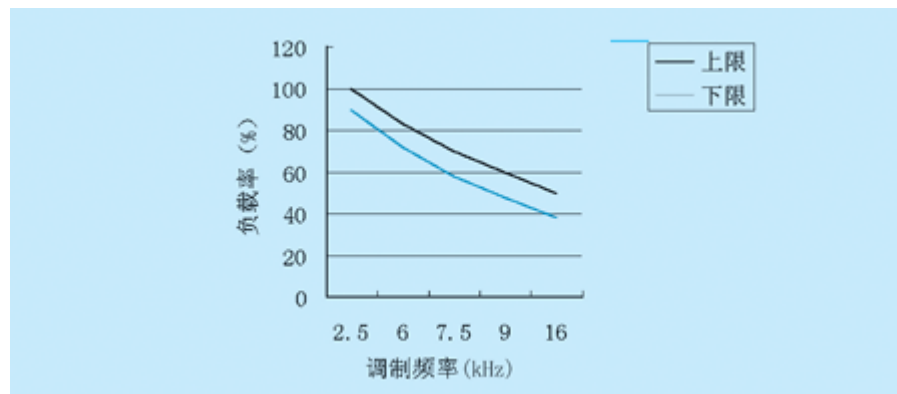

图 6 不同调制频率与负载率降低的关系
- (1) 基本考虑内容是使用环境条件、电网电压、负载大小及性质。
- (2) 环境温度长期较高，安装在通风冷却不良的机柜内时，会造成变频器寿命缩短。电子器件、特别是电解电容等器件、在高于额定温度后，每升高 10°C 寿命会下降一半，因此环境温度应保持较低，除设置完善的通风冷却系统以保证变频器正常运行外，在选用上增大一个容量等级，以使额定运行时，温升有所下降是完全必要的。
- (3) 电网电压处于不正常时，将有害于变频器。电压过高，如对380V的线电压如上升到450V就会造成损坏，因此电网电压超过使用手册规定范围的场合，要使用变压器调整，以确保变频器的安全。
- (4) 高海拔地区因空气密度降低，散热器不能达到额定散热器效果，一般在1000m以上，每增加100m容量下降10%，必要时可加大容量等级，以免变频器过热。
- (5) 使用于不同用途时，选择变频器的系列型号应作分析，对于一般用途变频器采用 $V/F=\text{常数}$ 控制方式已可满足，对于负载变化范围大，而且又要求较高运转精度的场合，特别是低速时要求有稳定的速度和负载能力时，则要选用矢量控制等方式的变频器，对数控机床等精密传动还要采用闭环控制和有速度传感器的方式，相应的变频器也要有这些配合的接口，选用时需要综合考虑。
- (6) 变频器使用不同场所对变频器的防护等级要作选择，为防止鼠害、异物等进入应作防护选择，常见IP10、IP20、IP30、IP40等级分别能防止 $\Phi 50$ 、 $\Phi 12$ 、 $\Phi 2.5$ 、 $\Phi 1$ 固体物进入。
- (7) 当变频器为降低电动机噪声而将调制频率重新设置得较高并超过出厂设置频率时，会造成变频器损耗增大。设置频率越高，损耗越大，因此要适当减载，图6表示不同调制频率和负载率时的相应减载曲线，不同公司、不同系列